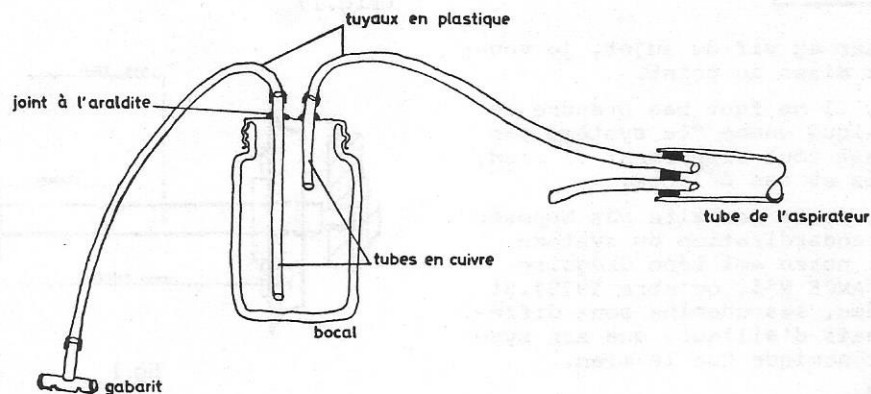

figure 3.
Si l'appareil aspire trop de ballast, c'est que l'aspiration est trop forte, ou que les encoches du gabarit sont trop profondes. Si l'appareil aspire trop peu de ballast, augmenter l'aspiration en bouchant le tuyau (C) (fig.3) au moyen du doigt.